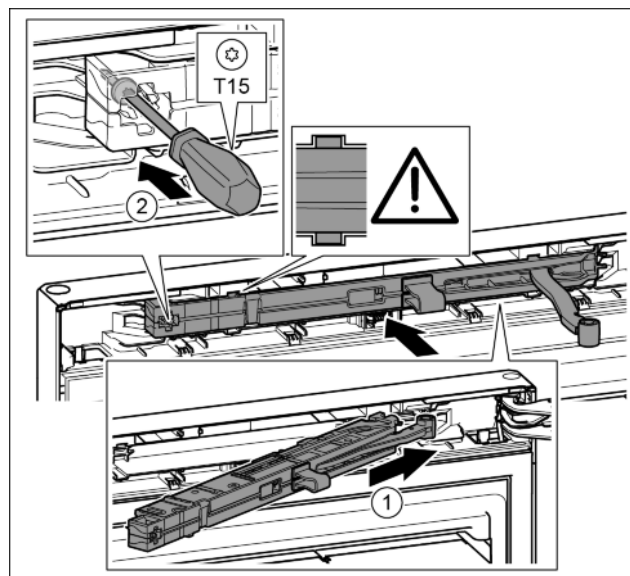

Fig. 22
- ▶ Sluitdempereenheid aan de zijde van de lagerbus tot de aanslag schuin in de uitsparing schuiven. Fig. 22 (1)
- ▶ Schroef met een schroevendraaier T15 vastschroeven. Fig. 22 (2)